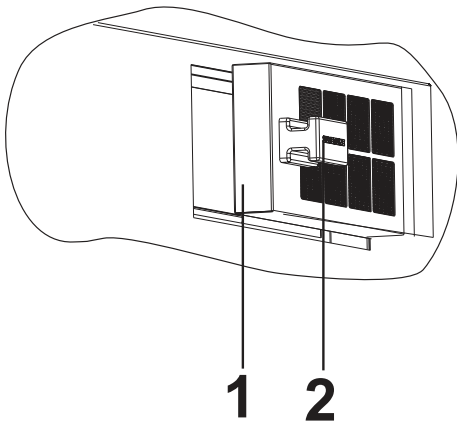

Abb. 18
1. ➔ Entfernen Sie den Aktivkohlefilter mit dem Magneten (Abb. 18/1).